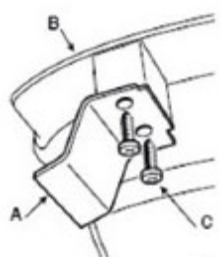

Рис. 24
– Снимите нож-отсекатель (A) с защитного кожуха (B), открутите винты (C) (рис. 24).